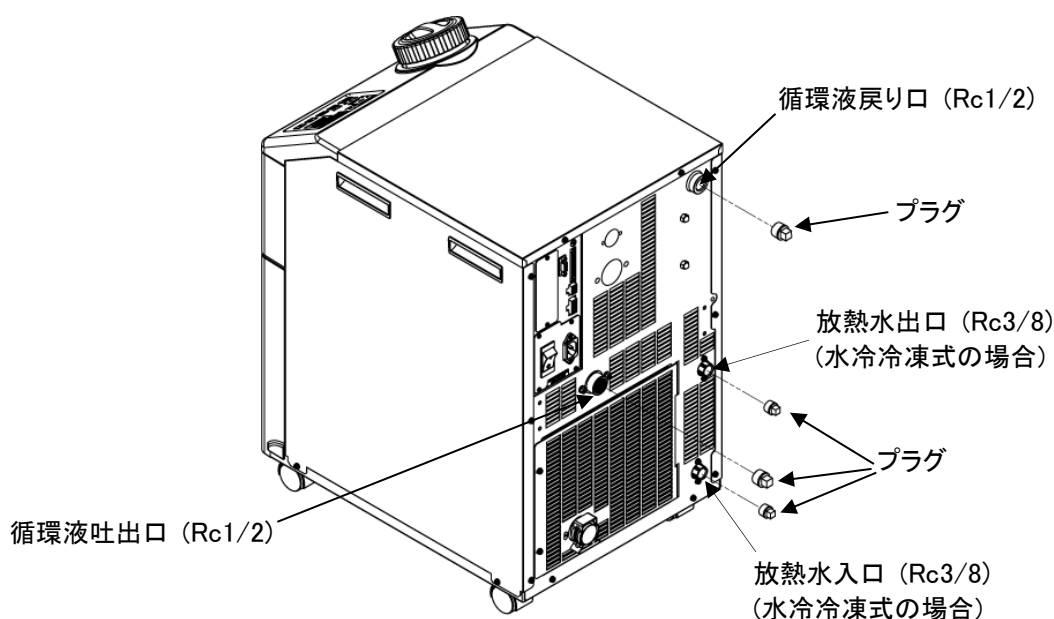

図 8-6 プラグの取付け
9. 図 8-6 プラグの取付けを参照し、本製品の循環液吐出口・戻り口および放熱水出入口(水冷冷凍式の場合)にプラグ(Rc3/8)を取付けます。